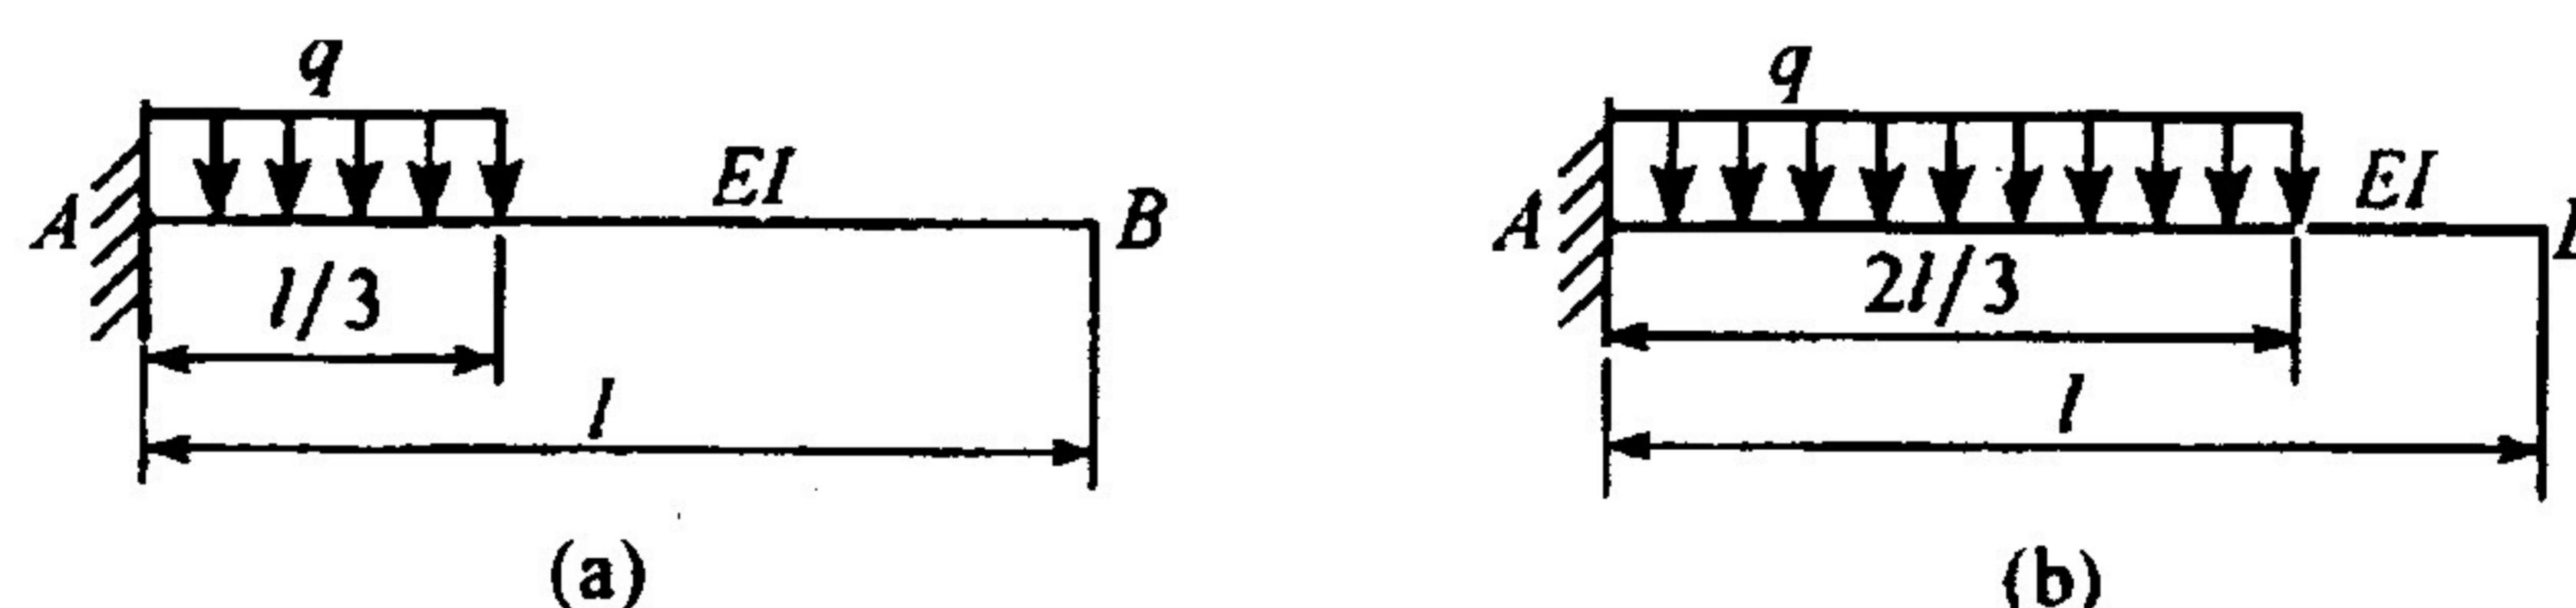

图 7.5
7. 两根悬臂梁的抗弯截面刚度相同。在图 7.5 所示载荷作用下,设梁(a)、(b)在自由端 B 的转角分别是 θ_{B1} 、 θ_{B2} , 则 $\theta_{B2}/\theta_{B1} = ()$